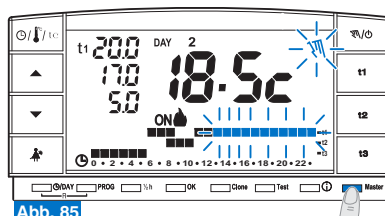

Abb. 85
- Die Taste "Master" kurz drücken; am Display verschwindet das Wort **Master**: der Zeithermostat bleibt im "vorübergehenden Manualbetrieb" und die dem Master zugewiesenen Zonen kehren unter die Kontrolle der jeweiligen Sender zurück. (Beispiel in Abb. 85).